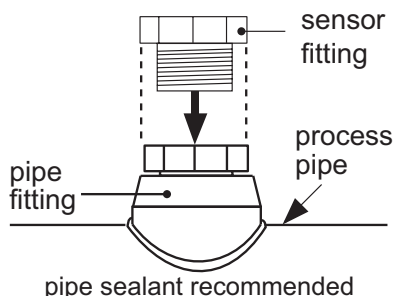

Fig. 1
- Roscar el adaptador del sensor en la pieza de conexión de la tubería (fig. 1).